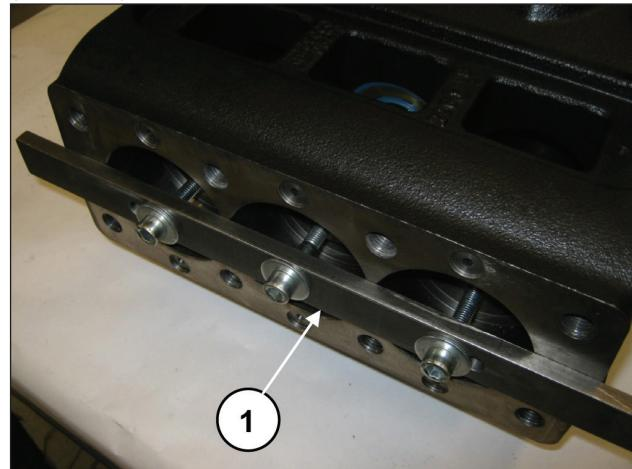

图 19
将半连杆向液压部分的方向完全前移，使之从曲轴中出来。为方便操作，可使用专用工具（代码27566200），(①, 图 19)。